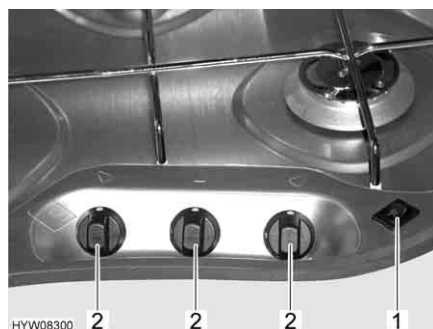

Fig. 78 Elementi di comando del fornello a gas
- Ruotare il pomello girevole (Fig. 78,2) dell'impianto a fiamma libera desiderato in posizione accesa (fiamma alta).
- Premere l'interruttore a bilico (Fig. 78,1). Sul bruciatore vengono prodotte scintille.